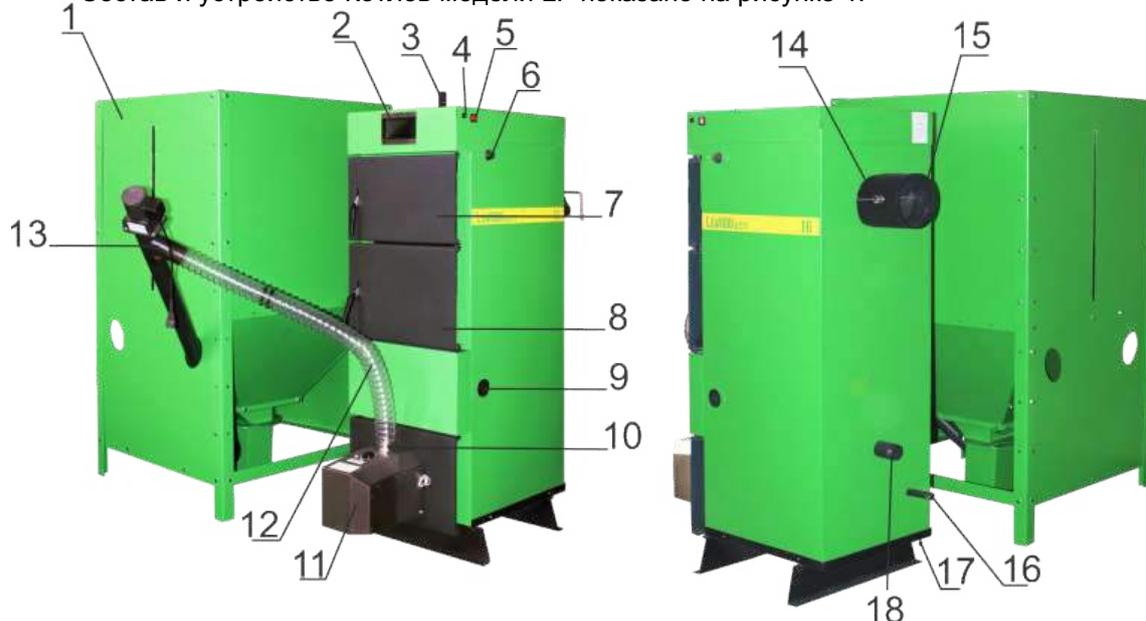

Рисунок 1 – Состав и устройство Котлов моделей LF16-102
10. Котел (рис.1) представляет собой стальной сварной теплоизолированный каркас, обшитый снаружи съемной декоративной облицовкой, и устанавливаемый на собственных опорах. Внутреннее пространство имеет сложную конфигурацию, включает в своем составе трубчатый теплообменник, предназначенный для циркулирования теплоносителя, листовые детали, образующие вместе со стенками каркаса камеру сжигания, воздухоподводящие каналы, систему дымоудаления из Котла (15). Внутри каркаса в нижней части расположены устройства: колосниковая решетка для размещения топлива (при работе на резервном топливе) и зольный ящик для сбора и удаления золы. Снаружи Котел имеет дверцы и окошки для обслуживания Котла (7,8), патрубки для подсоединения к трубопроводам водяного контура системы отопления (3, 18), патрубок для опорожнения теплообменника (16), штуцера для установки термодатчика и тягорегулятора (6). В нижней части котла в нижнюю дверцу вмонтирована Горелка (11) выбранной мощности, которая соединяется через механический пожарный клапан (10) гибким гофрированным шлангом (12) с бункером для пеллет (1), откуда внешним питателем (13) пеллеты подаются в Горелку. Автоматика входящая в комплект, включается кнопкой (5), расположенной на правой боковой части Котла, рядом с ней располагается предохранитель (4).